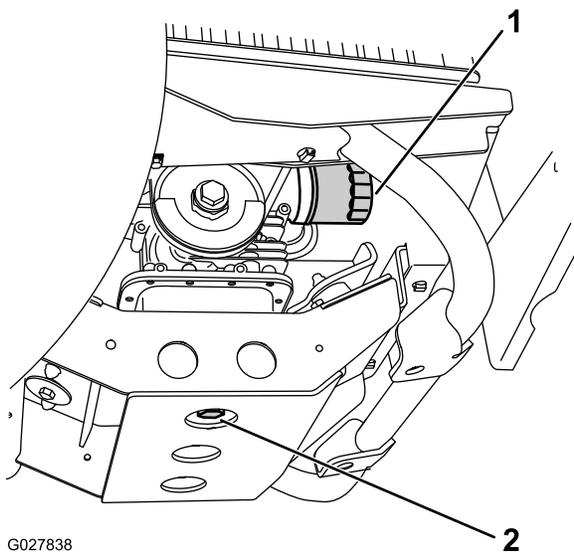

Figure 34
- Placez un bac de vidange sous le bouchon de vidange (Figure 34).
- Vissez le filtre neuf sur l'adaptateur jusqu'à ce que le joint touche la plaque de montage, puis serrez-le de 1/2 à 3/4 de tour supplémentaire (Figure 34).
- Enlevez le bouchon de vidange (Figure 34).
- Remettez le bouchon de vidange et le joint (Figure 34), et serrez le bouchon à un couple de 45 à 53 N·m.
- Déposez le filtre à huile (Figure 34).